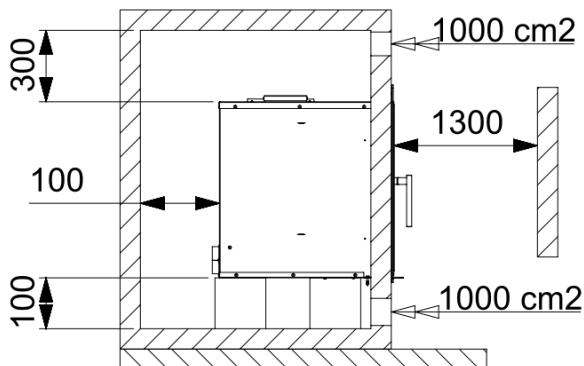

Fig. 6
- Lors de l'installation du foyer, tenir compte des distances de sécurité nécessaires, aussi bien de l'appareil que de la cheminée, des surfaces combustibles (murs en bois ou en tapisserie, sols en bois, etc.). Ces distances devront être respectées lorsque le revêtement des murs ou des zones de proximité, est susceptible de détérioration ou de déformation par effet de température (vernis, peintures, PVC, etc.).**Fig. 6**